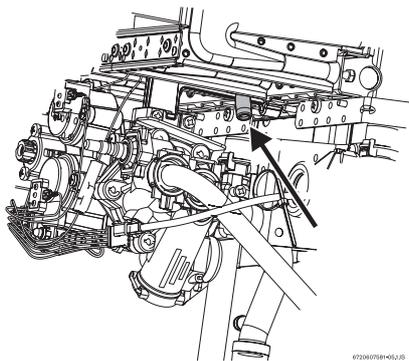

Bild 10 Messpunkt Düsendruck
- ▶ Messgerät am Mess-Stutzen (Düsendruck) anschließen (Bild 10).